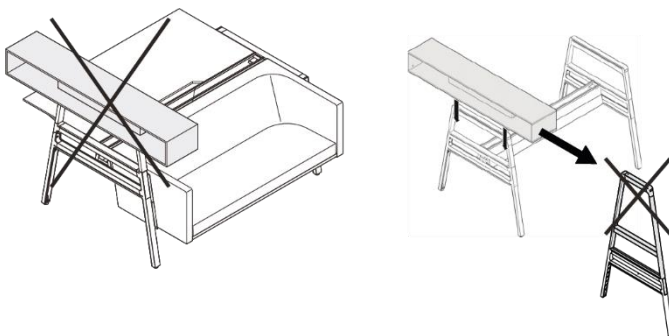

Figura 22 Ripiano rialzato, montaggio non consentito
- Nella parte superiore di un arco rialzato alto (vedi Figura 22, a sinistra).
- Accanto a un divanetto (vedi Figura 22, al centro).